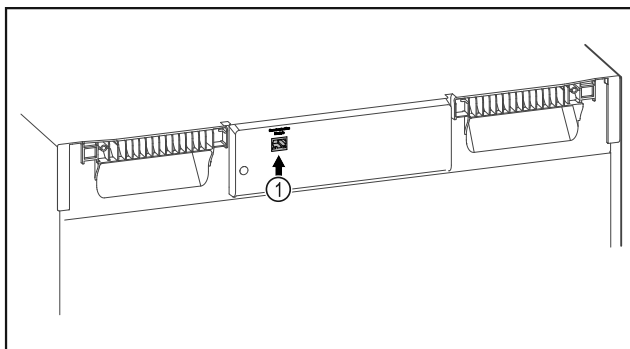

Fig. 138
- Le SmartModule Fig. 138 (1) est installé.